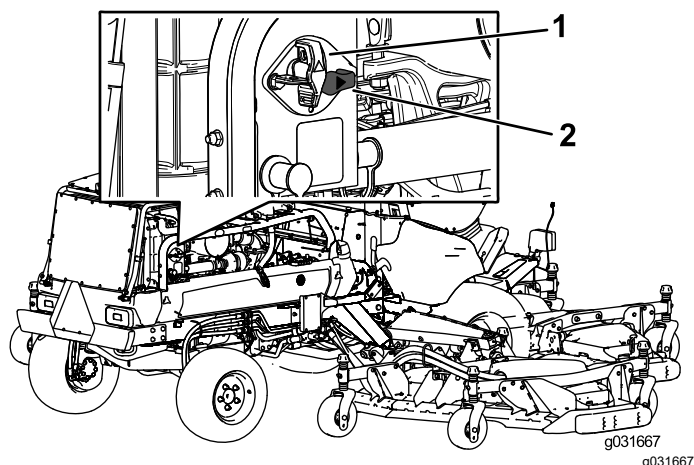

Figure 43
- Pour mettre la machine sous tension, tournez le coupe-batterie dans le sens horaire à la position SOUS TENSION (Figure 43).
- Pour mettre la machine hors tension, tournez le coupe-batterie dans le sens antihoraire à la position HORS TENSION (Figure 43).